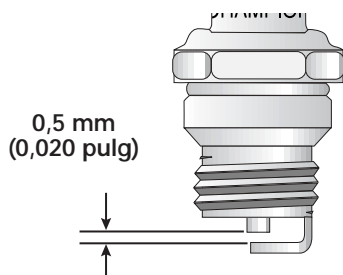

Fig. 25
3. Cambie las bujías que estén rajadas, sucias o deterioradas. Fije la separación de aire a **0,5 mm (0,020 pulgadas)** utilizando un calibrador (Fig. 25).